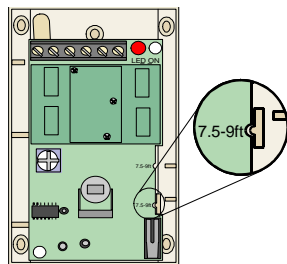

图 6
8) 把电路板卡入底座，使槽口与卡口稍成一直线 (见图 6)。